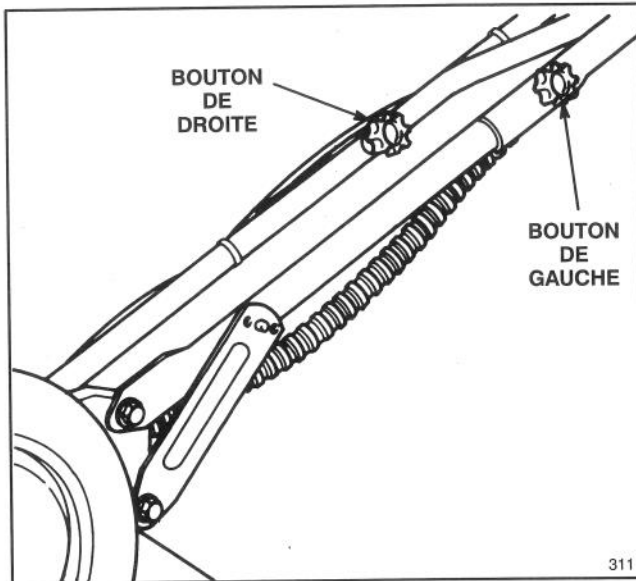
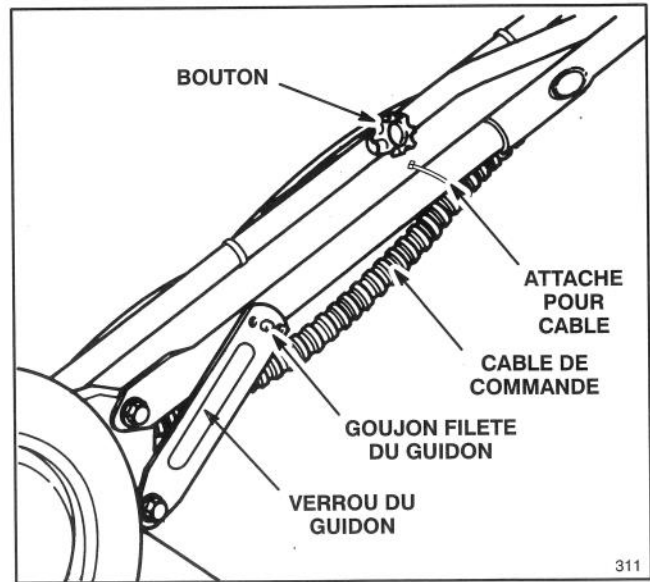

Figure 1
Figure 2
2. A la livraison, le bouton du mancheron de gauche est vissé sur l'extérieur du mancheron (Fig. 1). Le retirer ainsi que son boulon, puis remonter les deux pièces à l'intérieur du mancheron (Fig. 2). Les deux boutons doivent se trouver à l'intérieur du mancheron. Serrer les boutons.
3. Ecarter légèrement les pattes de verrouillage vers l'extérieur de manière à ce qu'elles ne gênent pas le passage du mancheron lorsqu'il est ramené en position de pilotage (Fig. 2).
4. Tirer le mancheron vers l'arrière. Rabattre les pattes de verrouillage vers l'intérieur de manière à ce que le goujon du mancheron vienne s'engager dans le trou central de la patte de verrouillage (Fig. 2). Si cette patte ne s'applique pas fermement contre le tube du mancheron, la dégager du goujon, la replier vers l'intérieur et la replacer. Répéter cette opération autant de fois qu'il sera nécessaire pour que la patte soit fermement appuyée sur le tube.
5. S'assurer que les câbles de commande (Fig. 2) sont acheminés à l'arrière et à l'intérieur du mancheron.